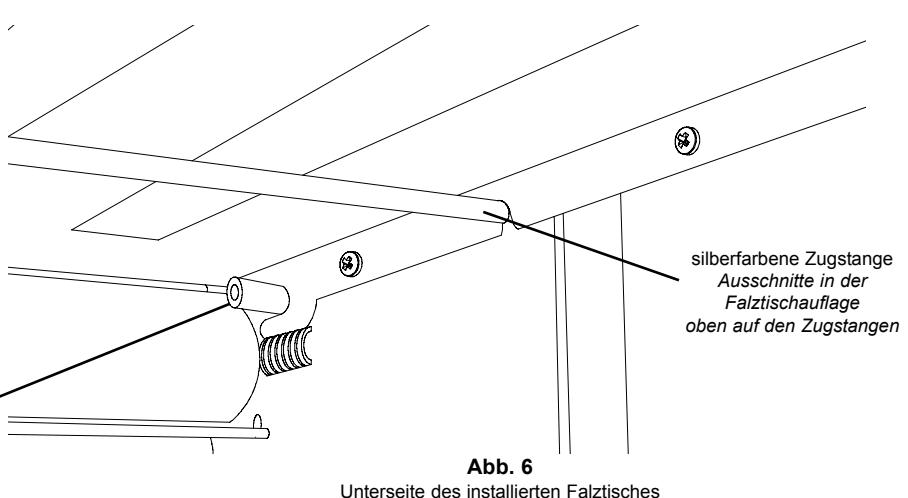

Abb. 6
- Die Slitze am Ende beider Falztische passen auf die 2 silberfarbenen Stifte im Inneren des Geräts (Abb. 6).
- Die Falztische müssen auf der Oberseite der silberfarbenen Zugstangen ruhen (siehe Abb. 6).
- Die Tische müssen mit dem offenen Ende zuerst in das Gerät eingeschoben werden **Hinweis: Viele Anwender finden es leichter, die Falztische von unten her zu installieren (wie in Abb. 6 gezeigt)**. (Ausnahme: beim Herstellen eines halben Falzes, muss der hintere Falztisch mit dem geschlossenen Ende zuerst eingeschoben werden. Siehe Abschnitt **Halber Falz** auf der nächsten Seite).